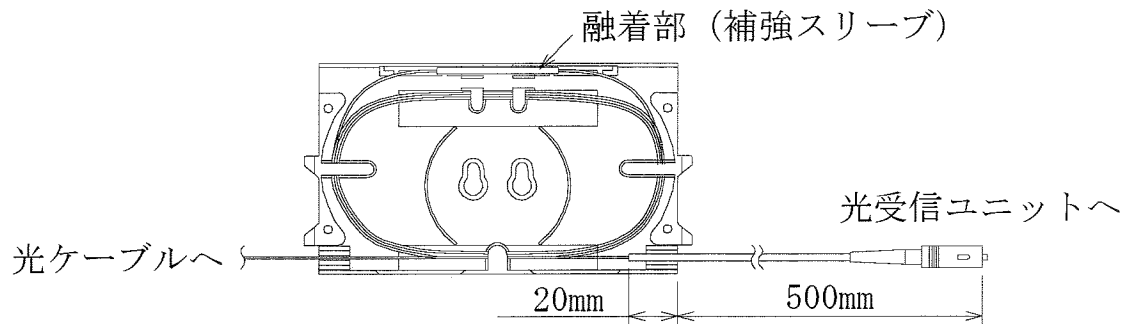

図 18 光ファイバーの加工寸法とトレイへの収納
- 7.5.3 引き込んだ光ファイバーテープ心線を分離し、付属のコネクター付き光ファイバーコードを融着します。光ファイバーコードの加工寸法は図 18 を参照してください。